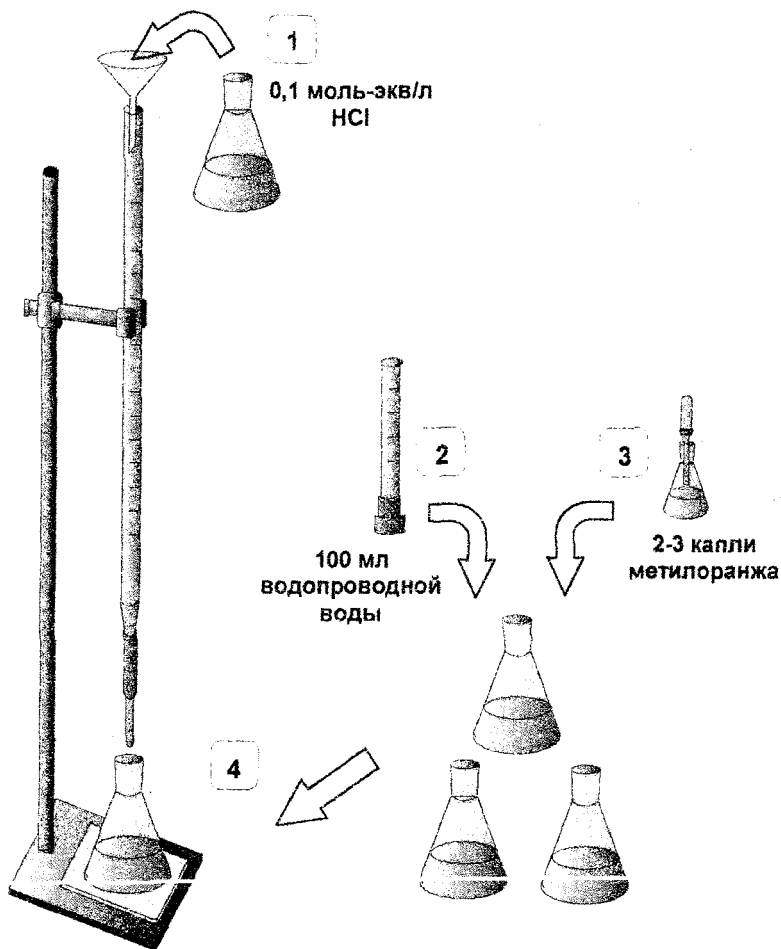

Рисунок 2.1 – Определение временной жесткости водопроводной воды
1. В бюретку с помощью воронки наливают раствор HCl с концентрацией 0,1 моль-экв/л (0,1 н.). Бюретку устанавливают на нулевое деление (см. рисунок 2.1).